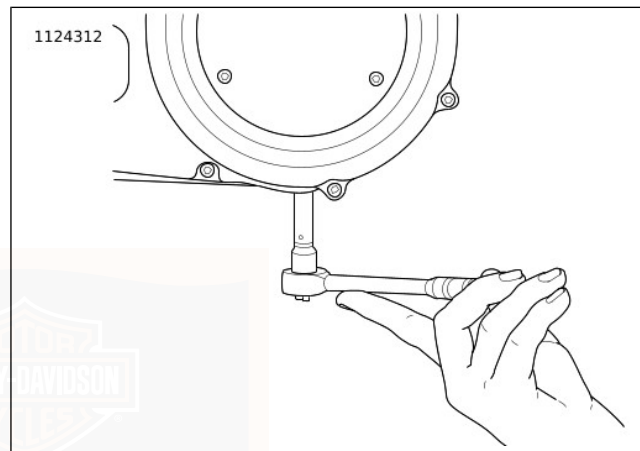

Abbildung 105. Ausbau/Einbau der Kettengehäuse-Ablassschraube
3. Siehe Abbildung 105. Das Primärkettengehäuse entleeren.